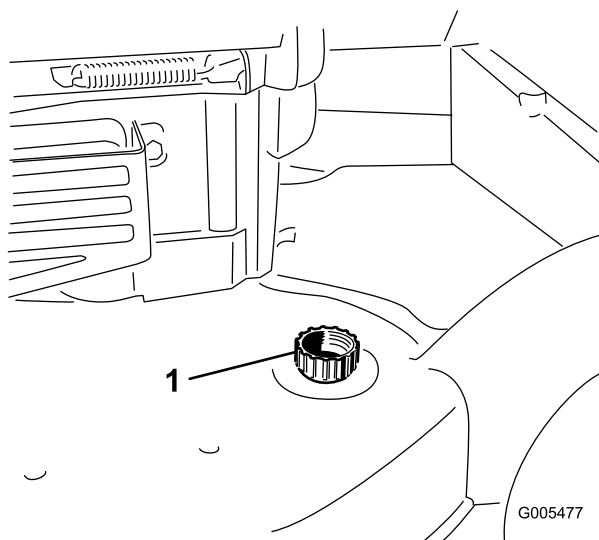

Bild 42
3. Befestigen Sie einen Gartenschlauch, der an einen Wasserhahn angeschlossen ist, am Wasseranschluss am Rasenmähergehäuse (Bild 42).